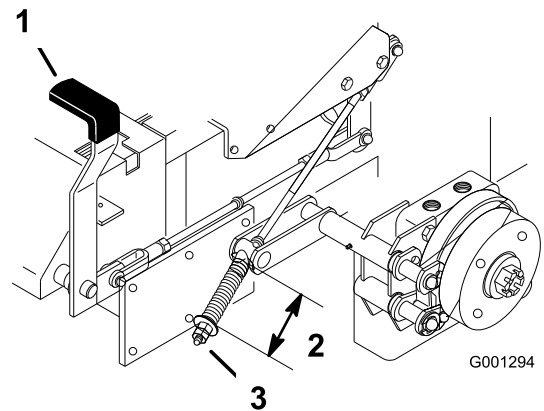

Figura 62
2. Misurate la lunghezza della molla. La misura tra le rondelle deve essere di 64 mm (Figura 62).
3. Nel caso in cui occorra effettuare una regolazione, rilasciate il freno di stazionamento, allentate il controdado sotto la molla e serrate il dado immediatamente sottostante la molla (Figura 62). Girate il dado fino ad ottenere la misura esatta. Girate il dado in senso orario per accorciare la molla, o in senso antiorario per allungarla.